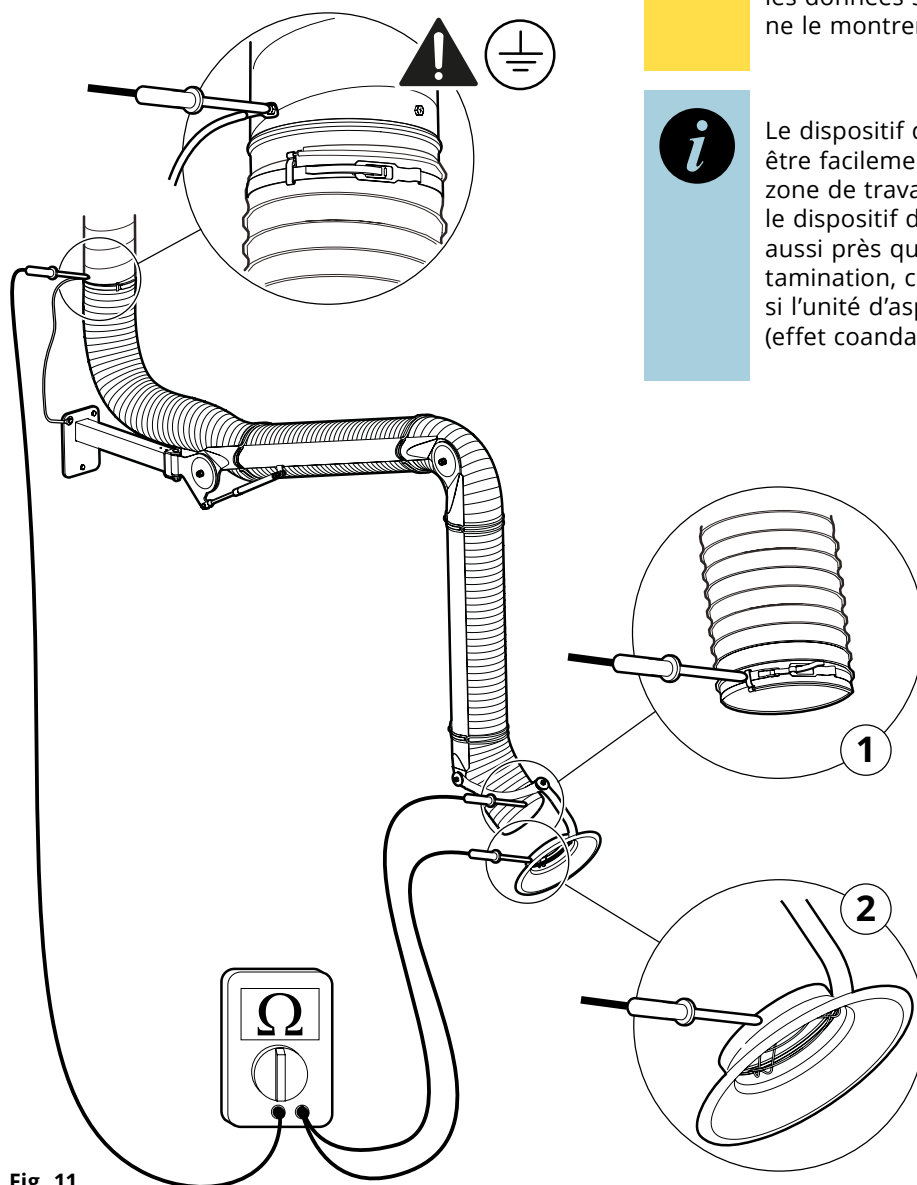

Fig. 11
3. Vérifiez la résistance du flexible avec un ohmmètre étalonné, voir 1, **Fig. 11**. La résistance entre les points de mesure (plan de terre / extrémité du flexible) doit être inférieure à 1 M Ω .
4. Vérifiez la résistance de l'extraction ponctuelle avec un ohmmètre étalonné, voir 2, **Fig. 11**. Résistance entre les points de mesure (plan de terre / hotte) doivent être inférieurs à 1 M Ω .